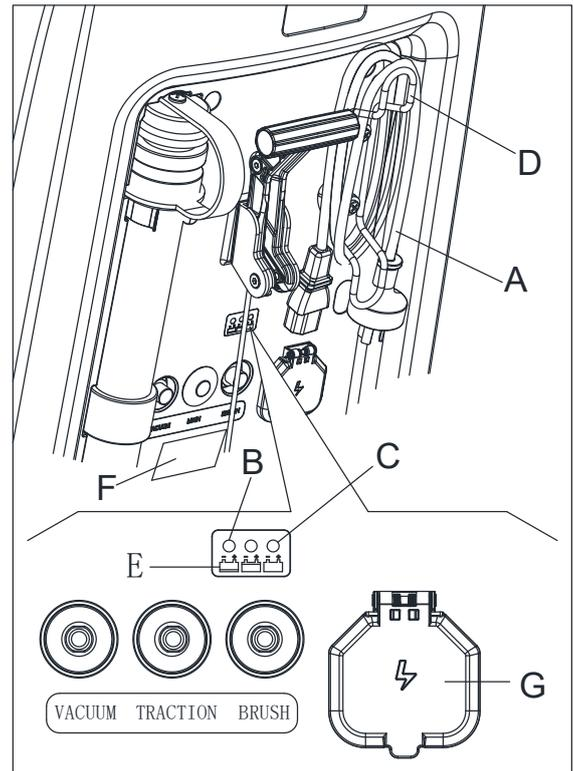

Рисунок 15
- Подключите кабель зарядного устройства (А, Рисунок 15) к сети электропитания (G) (электрическое напряжение и частота должны быть совместимы со значениями зарядного устройства, указанными на табличке с серийным номером машины (F) Когда зарядное устройство подключено к сети электропитания, все функции машины автоматически выключаются. Если красный предупредительный световой сигнал (B) на панели управления зарядного устройства горит, зарядное устройство заряжает батареи.
- Когда включается зеленый предупредительный световой сигнал (C), зарядка батарей завершена.
- Когда зарядка батарей завершена, отсоедините кабель зарядного устройства (А) от сети электропитания (G) и замотайте его вокруг корпуса (D).
Для получения дополнительной информации о работе зарядного устройства (E, Рисунок 15), смотрите соответствующее Руководство.